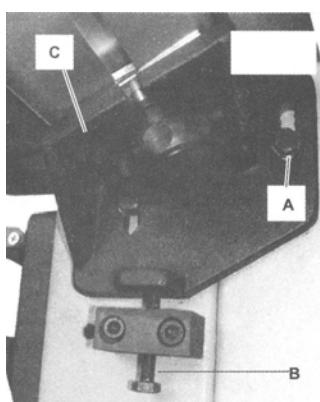
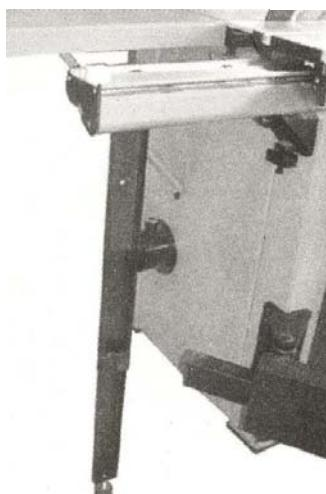
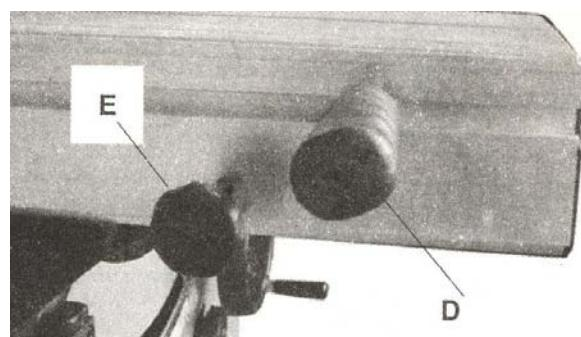

Рисунок 10.
Рисунок 11.
Рисунок 12.
Установите подвижный стол с направляющей на основание станка и закрепите зажимами (рис. 10). При помощи стопоров (C) в кронштейне отрегулируйте горизонтальное положение подвижного стола относительно основного стола, а при необходимости отрегулируйте положение кронштейна крепления. Ослабьте болты (A) и регулировочным болтом (B) опустите или поднимите кронштейн. Установите раздвижную опору на направляющую подвижного стола (рис. 11). Установите на подвижной стол рукоятку для перемещения стола (D) и стопор (E) (рис.12).